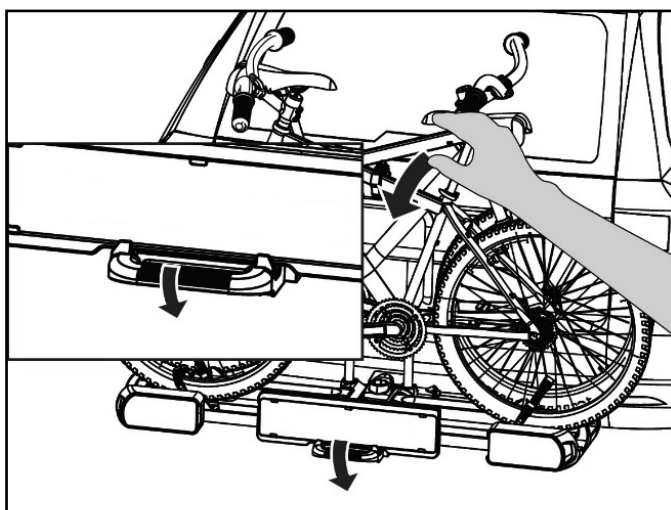

Figure 30: Basculement du porte-vélos
- Lors du rabattement, tenez le porte-vélos par le vélo. Retirez le verrouillage avec le pied et faites basculer le porte-vélos vers le bas avec la main (Fig. 30).